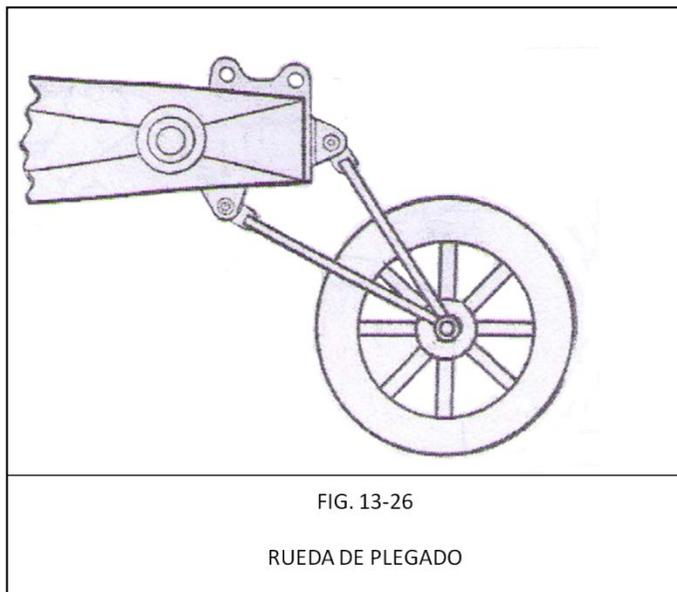

FIG. 13-26
- a) Con el plegado, y las ruedas situadas en la pluma, como se muestra en la fig. 13-26, mueva la pluma hacia abajo hasta que los contactos de las ruedas plegables la tierra, y los las eslingas están flojas